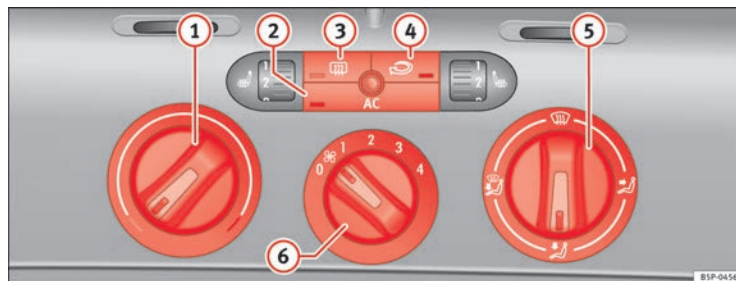

Fig. 128 Mandos del Climatic en el tablero de instrumentos
- Gire el regulador de la temperatura ⇒ fig. 128 ① hacia la derecha hasta alcanzar el grado de calefacción deseado.